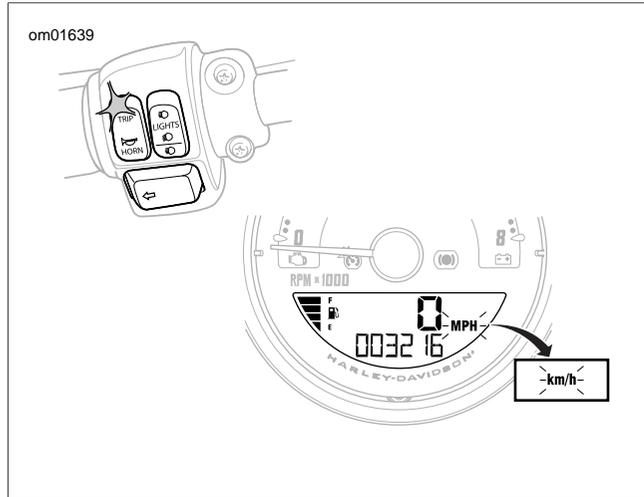

Abbildung 10. Ändern der Tachometereinheiten
2. Siehe Abbildung 10. Den Schalter TRIP so lange drücken, bis sich die Tachometereinheiten ändern (km/h oder mph).